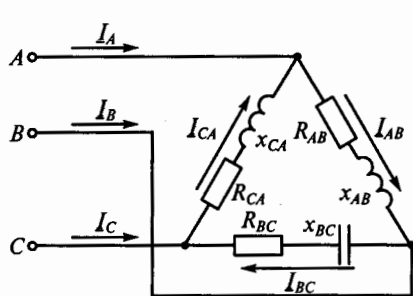

Рис. 132
**3.109.Р.** Каковы будут сопротивления  $R_{CA}$  и  $x_{CA}$  на рис. 132, если  $I_{AB} = 8$  А,  $I_{BC} = 6$  А,  $I_{CA} = 10$  А;  $R_{AB} = 5$  Ом,  $R_{BC} = 10$  Ом,  $x_{AB} = 8$  Ом,  $x_{BC} = 7$  Ом; активная мощность потребителя  $P = 2680$  Вт, а реактивная  $Q = 1760$  вар?